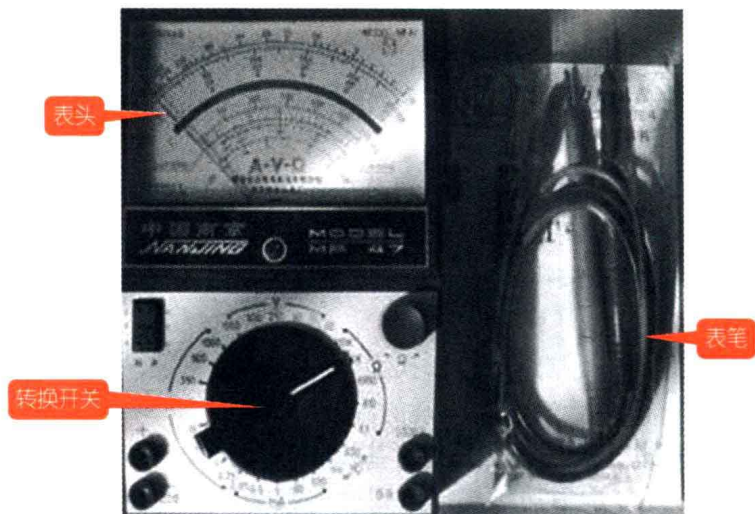

图 1-9 MF-47 指针式万用表
(1) 指针式万用表的构成 指针式万用表的型式很多，但基本结构是类似的。指针式万用表的结构主要由表头、转换开关（又称选择开关）、表笔三部分组成，如图1-9所示。